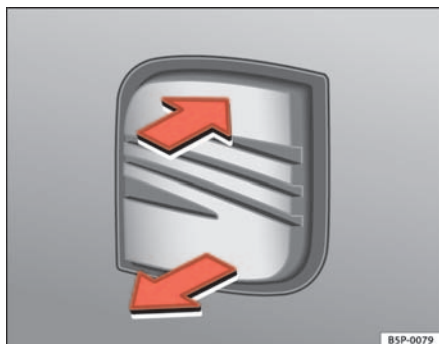

Abb. 49 Heckklappe:
- Ziehen Sie am Griff und heben Sie die Heckklappe an ⇒ Abb. 49.